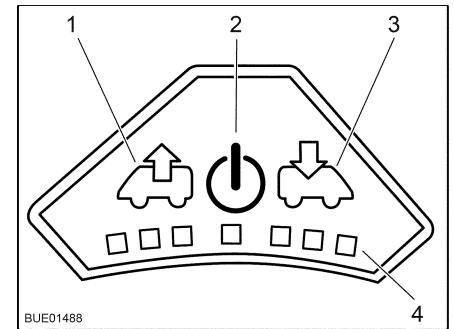

Fig. 87 Quadro comandi del ventilatore
- Accensione:** ■ Premere il tasto On/Off (Fig. 87,2). Il ventilatore funziona in modalità comfort (sfiato al numero di giri minimi del ventilatore).
- Per aumentare il numero di giri del ventilatore: Premere il tasto Sfiato (Fig. 87,1). Il numero di giri del ventilatore aumenta di uno stadio in direzione sfiato. I LED (Fig. 87,4) indicano gli stadi di commutazione.
- Per ridurre il numero di giri del ventilatore: Premere il tasto Aerazione (Fig. 87,3). Il numero di giri del ventilatore si riduce di uno stadio.
- Per aumentare il numero di giri del ventilatore: Premere il tasto Aerazione (Fig. 87,3). Il numero di giri del ventilatore aumenta di uno stadio in direzione aerazione. I LED (Fig. 87,4) indicano gli stadi di commutazione.
- Per ridurre il numero di giri del ventilatore: Premere il tasto Sfiato (Fig. 87,1). Il numero di giri del ventilatore si riduce di uno stadio.
- Premere il tasto On/Off (Fig. 87,2). Il ventilatore si ferma, i LED si spengono.